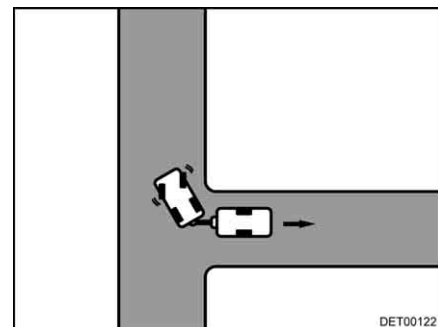

Bild 18 Styr åt höger
- Vrid ratten åt höger och backa försiktigt (Bild 18).